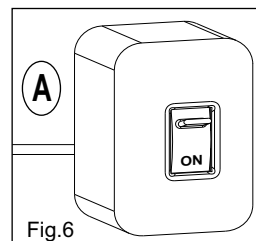

Fig. 6
2) Alimenter l'armoire (Fig.6).